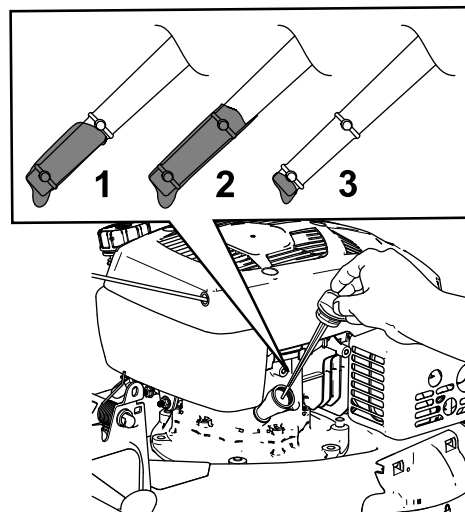

Figure 34
3. Tournez le bouchon dans le sens antihoraire et sortez la jauge (Figure 34).
10. Vérifiez le niveau d'huile indiqué par la jauge (Figure 34).